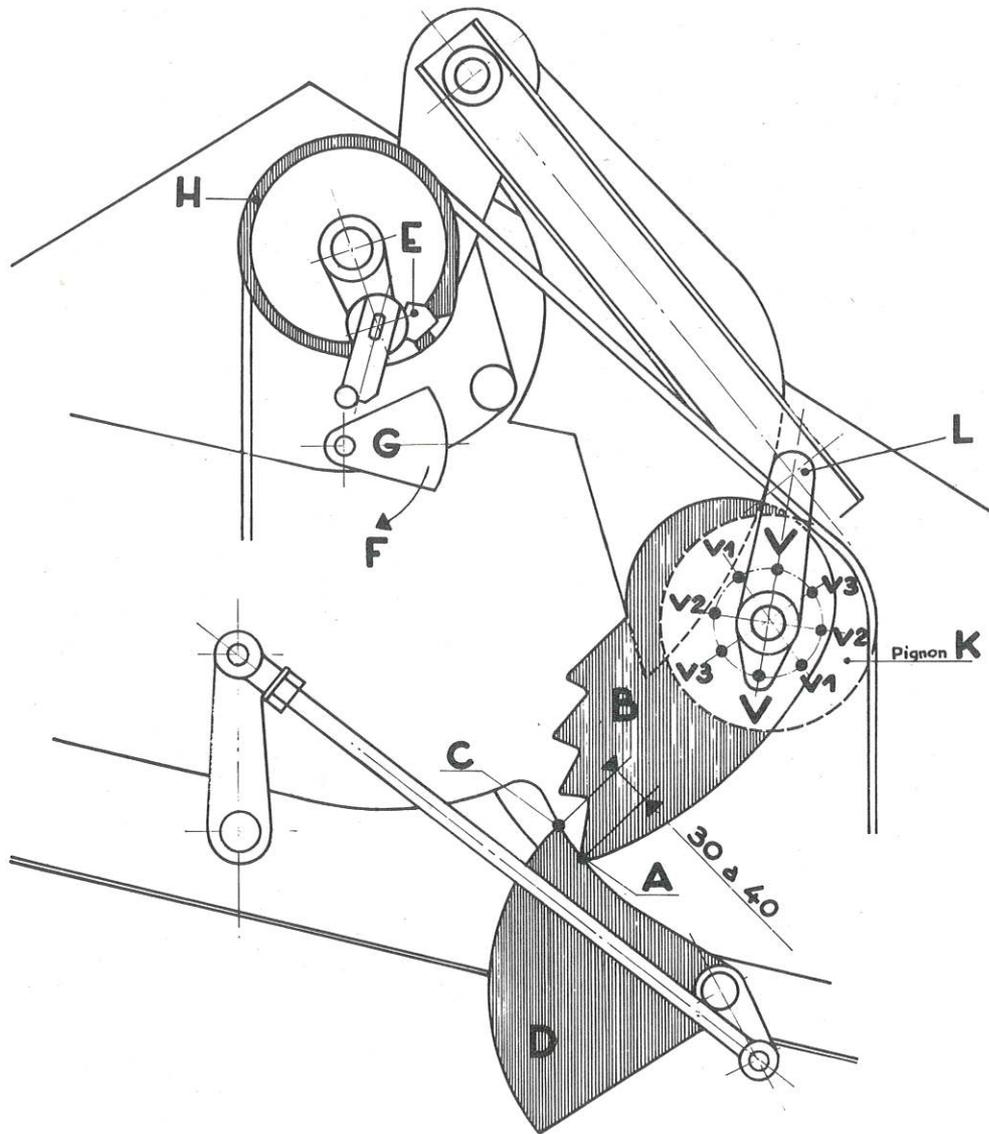

Figure 24 - Réglage de l'ensemble ameneurs et secteurs
**Réglage** (voir fig. 24)
**Mise en place de la chaîne 82 maillons** (voir fig. 24)